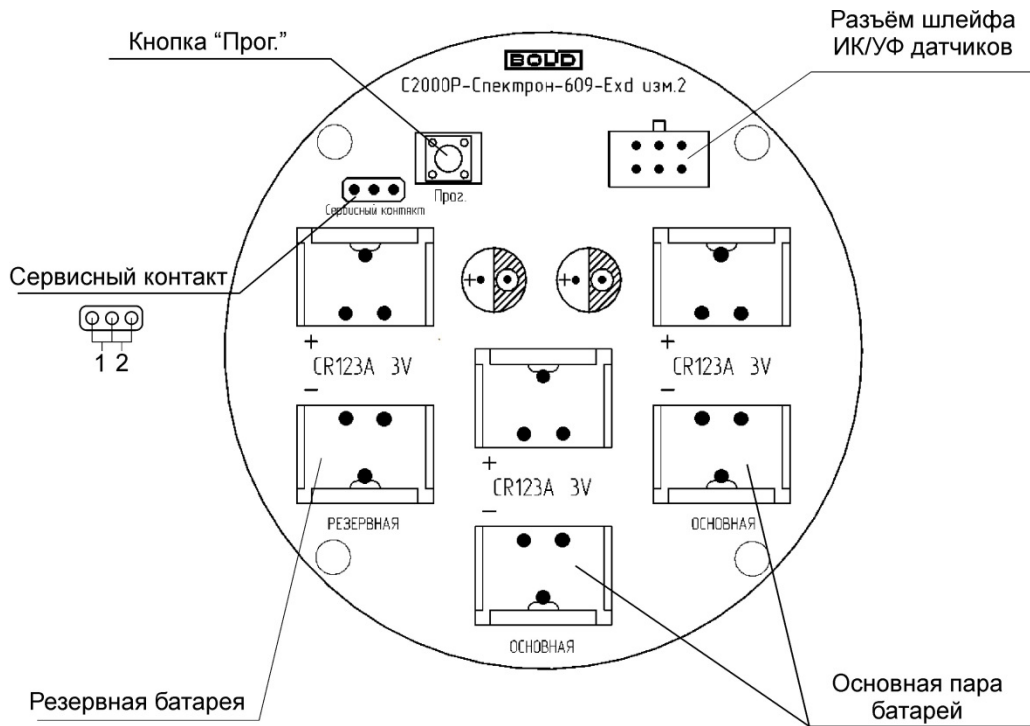

Рисунок 2.2 Расположение элементов на плате
На плате извещателя располагаются элементы питания и органы управления прибором (см. Рисунок 2.2):
- Нажать кнопку «Прог.» на плате извещателя (см. Рисунок 2.2) на время более 3 секунд.
Тест качества связи при открытом корпусе прибора запускается посредством короткого нажатия на кнопку «Прог.» на плате прибора (см. Рисунок 2.2). Запуск процедуры может занимать до 2 секунд, при этом прибор осуществляет анализ радиоэфира и регистрацию на Радиоконтроллере или оптимальном ретрансляторе.